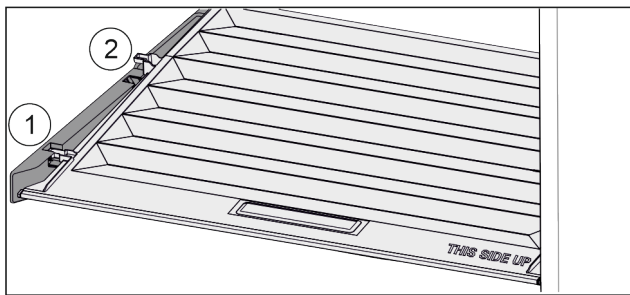

Fig. 157
- ▶ Deckel bis zur Öffnung in den Halteteilen nach vorne ziehen Fig. 157 (1).
- ▶ Hinten von unten anheben und nach oben wegnehmen Fig. 157 (2).